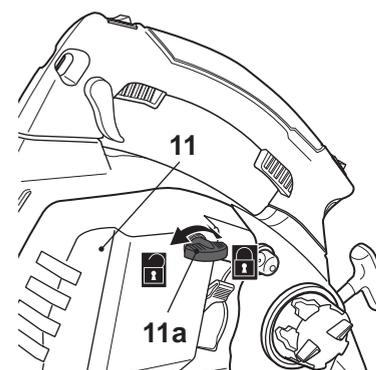

Fig. 30
- > Desserrez le bouton de fixation [11a] et retirez le capot du filtre à air [11] (Fig. 30).